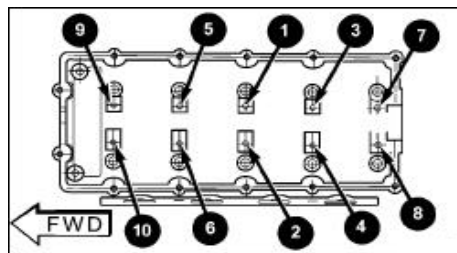

图. 56 摇臂轴紧固顺序
(8) 按照顺序将摇臂轴/凸轮轴轴承盖螺栓安紧固顺序 (图. 56), 紧固力矩 25 N·m。